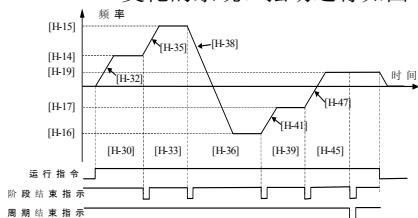

图 5-29 保持最终值模式（方式 3）
**\*3：保持最终值。**变频器运行完单循环后不停机，以最后 1 个运行时间不为零的阶段速度持续运行。保持最终值模式如图 5-29 所示。